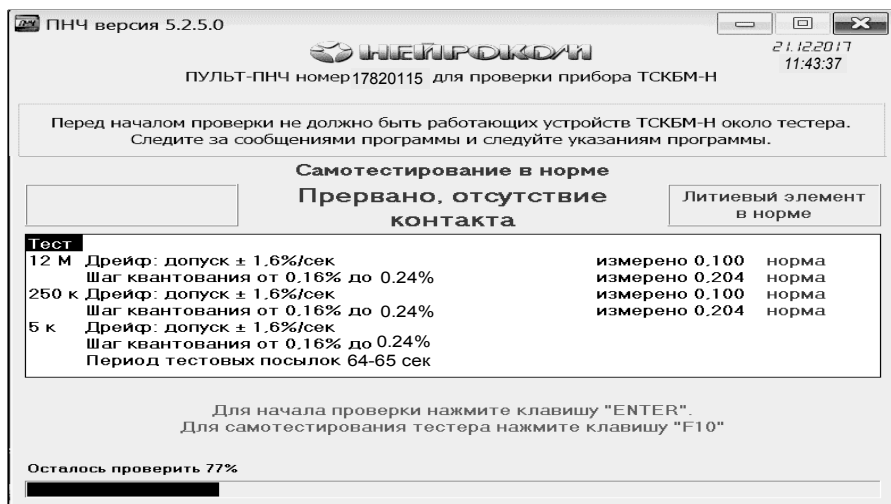

Рисунок 4.10 - Прерывание проверки из-за отсутствия контакта
1) На экране сообщение: **«Прервано, отсутствие контакта»** – рисунок 4.10. Это сообщение свидетельствует об отсутствии контакта между электродами ТСКБМ-Н и пультом ПНЧ. Возможные причины и способы их устранения: